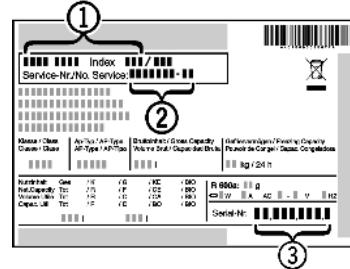

Fig. 8
- ▶ Обратитесь в сервисную службу и сообщите вид неисправности, наименование устройства *Fig. 8 (1)*, сервисный № *Fig. 8 (2)* и серийный № *Fig. 8 (3)*.